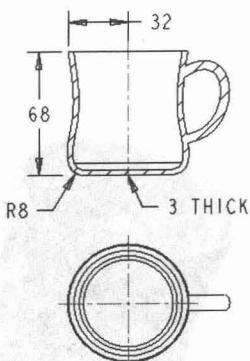

图 1-6
(2) 单击【编辑】→【再生】→【模型】选项，系统根据修改的尺寸重新生成图纸，如图 1-6 所示。